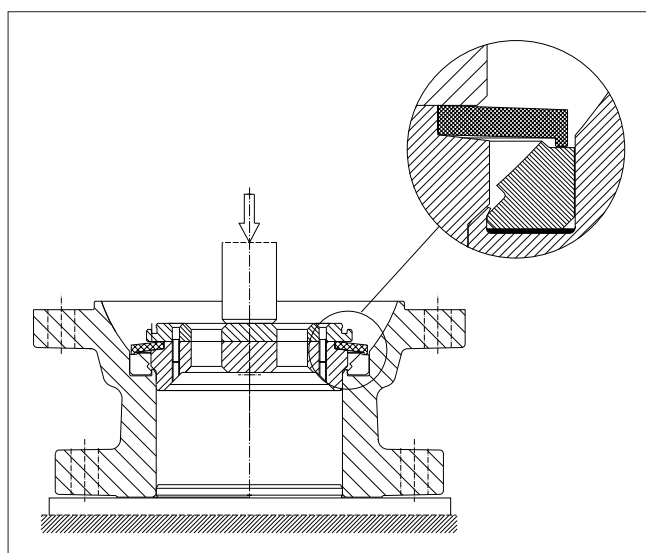

Fig. 28 Verrouillage d'un siège
- Mettre en place l'outil de verrouillage par-dessus le siège. Cf. figure 28.